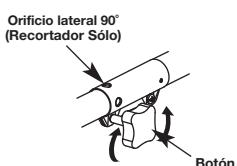

Fig. 3
- Apriete el botón girándolo hacia la derecha (Fig. 3).